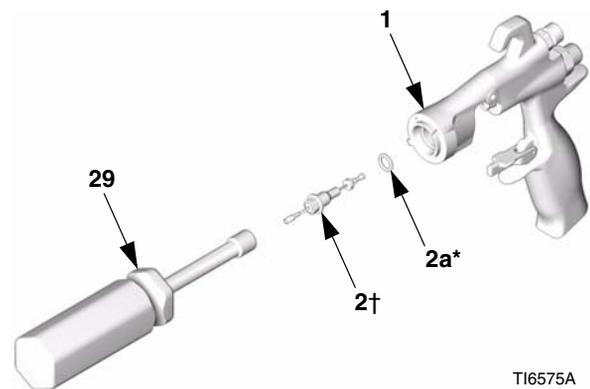

FIG. 43
5. Faire coulisser le siège (10) sur la tige (9). Veiller à ce que l'extrémité conique du siège soit orienté vers le gros bout de la tige. Enfiler la tige (9) et le siège (10) avec précaution dans la vanne d'air (8*).
6. Mettre les deux ressorts (15 et 19). Visser le capuchon du ressort (11) à l'arrière du pistolet. Serrer à 175-185 in-lb (20-21 N•m).
7. Lubrifier légèrement les joints toriques et la tige du pointeau sur les surfaces de glissement. Veiller à ce que le joint torique (2a*) soit en place à l'intérieur du pistolet (1).
8. Introduire le pointeau produit (2) par l'avant du pistolet. Utiliser le du tourne-écrou (29) pour visser le pointeau sur le corps du pistolet (1) et serrer à 50-60 in-lb (6-7 N•m). Voir FIG. 43.